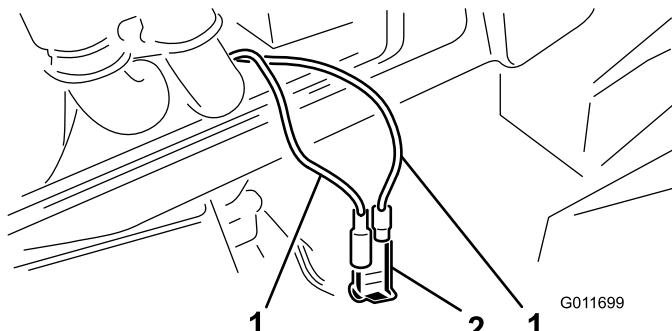

Figure 55
3. A l'intérieur du bac, repérez les deux fils de liaison de l'équilibrage, avec leur capuchon (Figure 55).